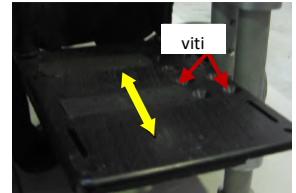

fig. 12: Regolazione profondità poggiapiedi
• Regolazione profondità (fig. 12):